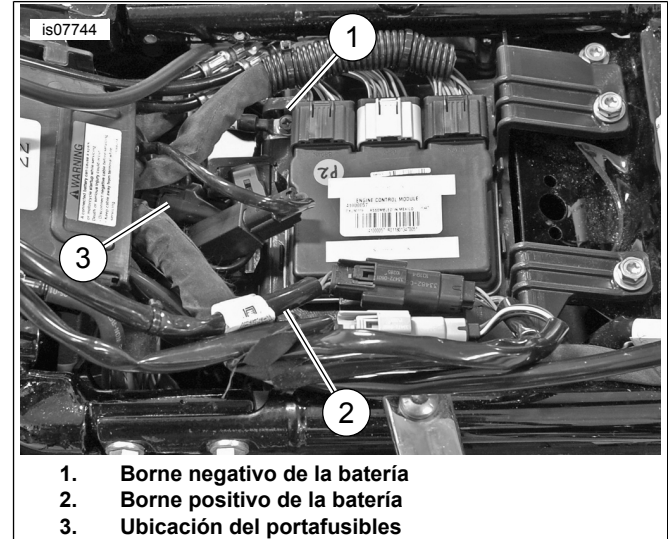

Figura 5. Conexión de la batería
8. Vea Figura 5. Instale la cubierta del canal de cables. Tape todos los conectores no usados del lado macho con un tapón de patillas contra la intemperie de cuatro vías (pieza N° 72632-10). Use el tapón contra la intemperie que viene con el conector [313] en el arnés 692000478 o del conector del arnés del fuselaje de equipo original [162].